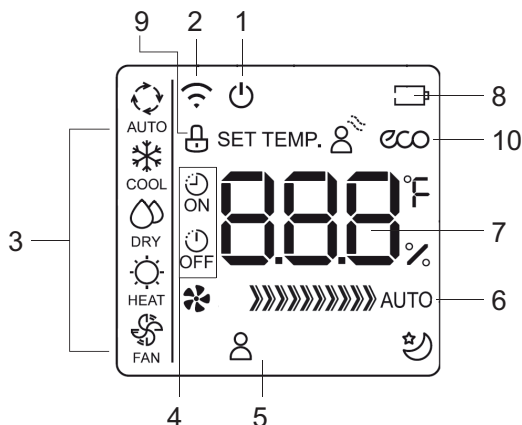

fig. 2 -
| Descrição do ecrã ("fig. 2 -") .....                                                        | 116        |
**Descrição do ecrã ("fig. 2 -")**